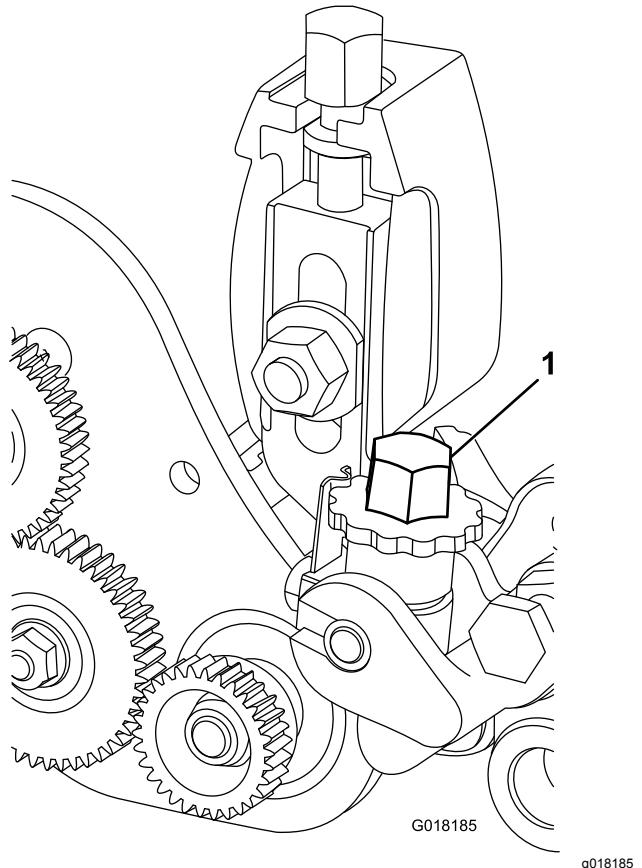

Bild 21
- 6. Drehen Sie das Handrad zur Höheneinstellung am Groomer (Bild 21), um die Messerspitze auf die gewünschte Höhe anzuheben oder abzusenken.